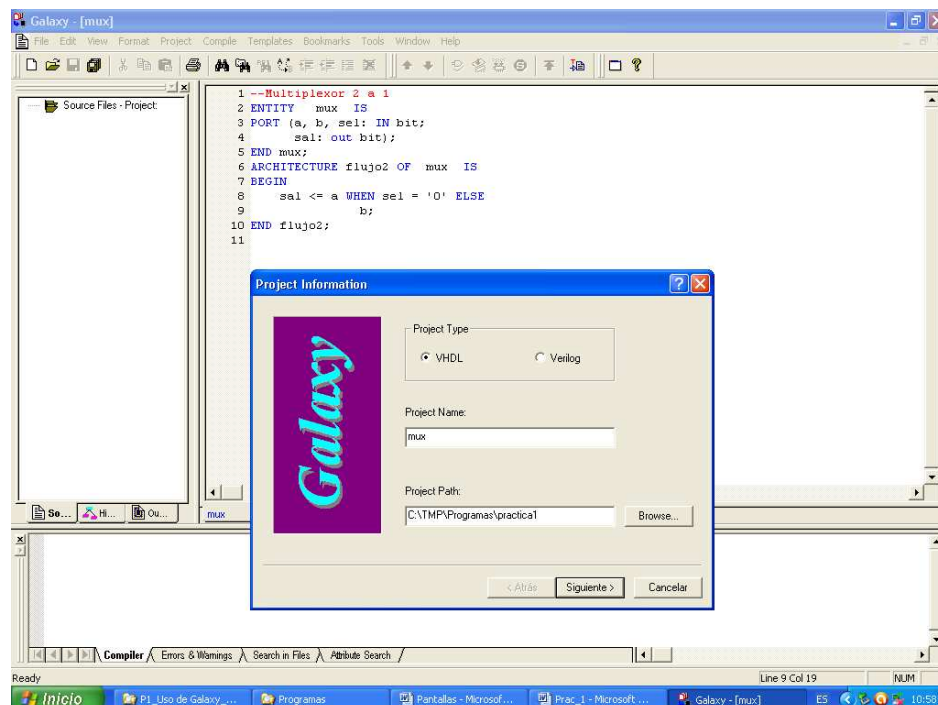

Figura 1. Ruta y nombre del proyecto (mux).
- a) **File→New→ Project [Target-Device]**. Esto abre una ventana, como se muestra en la figura 1. En **Browse...** se introduce la ruta donde se salvará el proyecto, en este caso con el mismo nombre (***mux***). Además, se selecciona el lenguaje que se va a utilizar (**VHDL** o **Verilog**), que en este caso es VHDL.